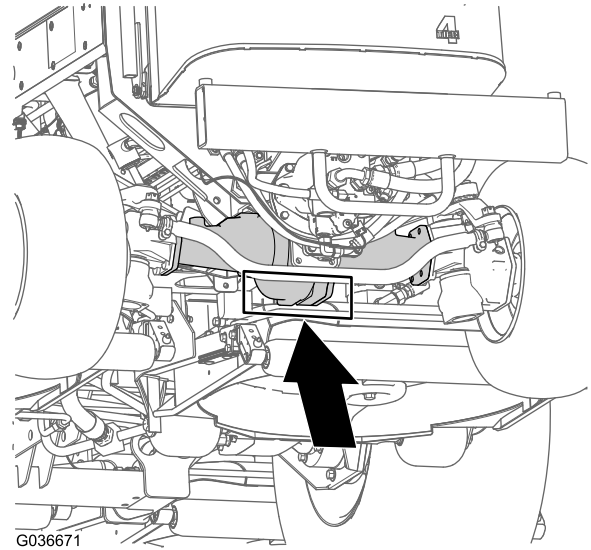

Figura 71
**Parte trasera de la máquina** – en el centro del eje (Figura 71)